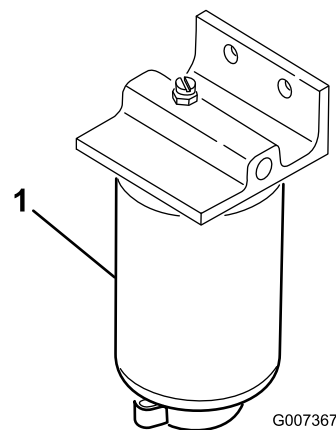

図 35
3. 燃料フィルタについているドレンプラグを 1 回転ほど開き、内部にたまっている異物を流し出す 図 35。